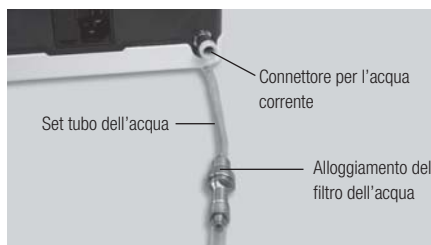

Fig.6
- 2) Inserire il tubo dell'acqua dalla parte del filtro nel connettore per l'acqua corrente situato sull'unità di controllo. (Fig. 6)